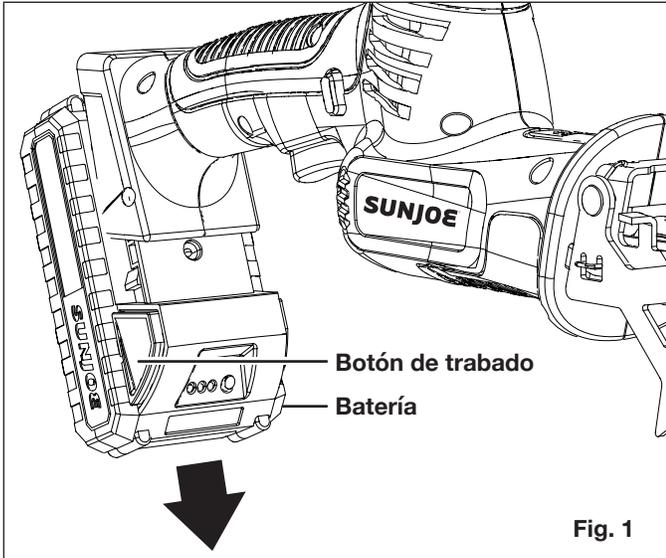

Fig. 1
1. Presione los botones de trabado en la batería para poder extraer la batería fuera del compartimiento de batería (Fig. 1).